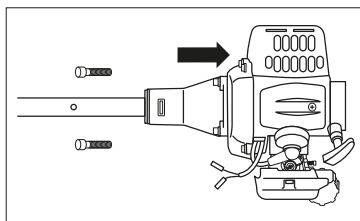

рис. 4
- Установите штангу в сборе на двигатель, используя четыре винта (рис. 4).